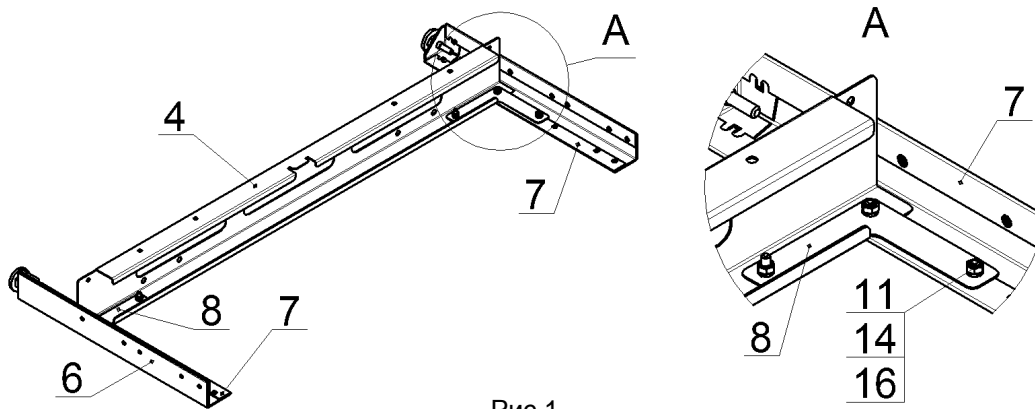
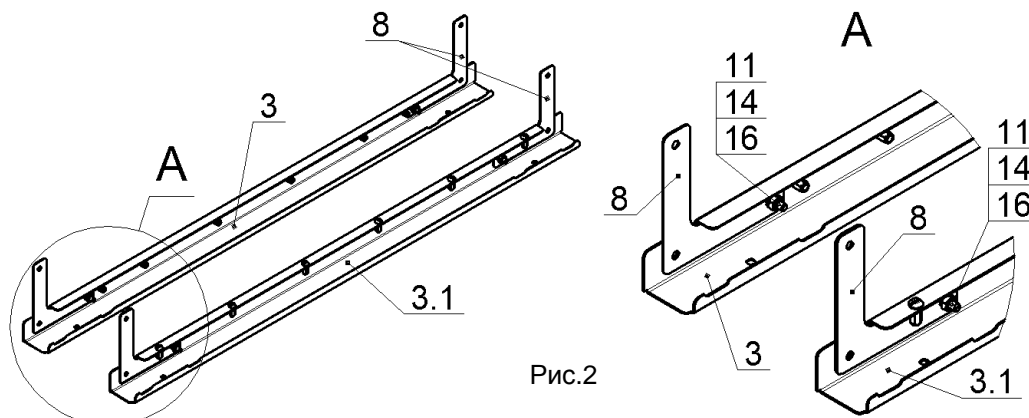
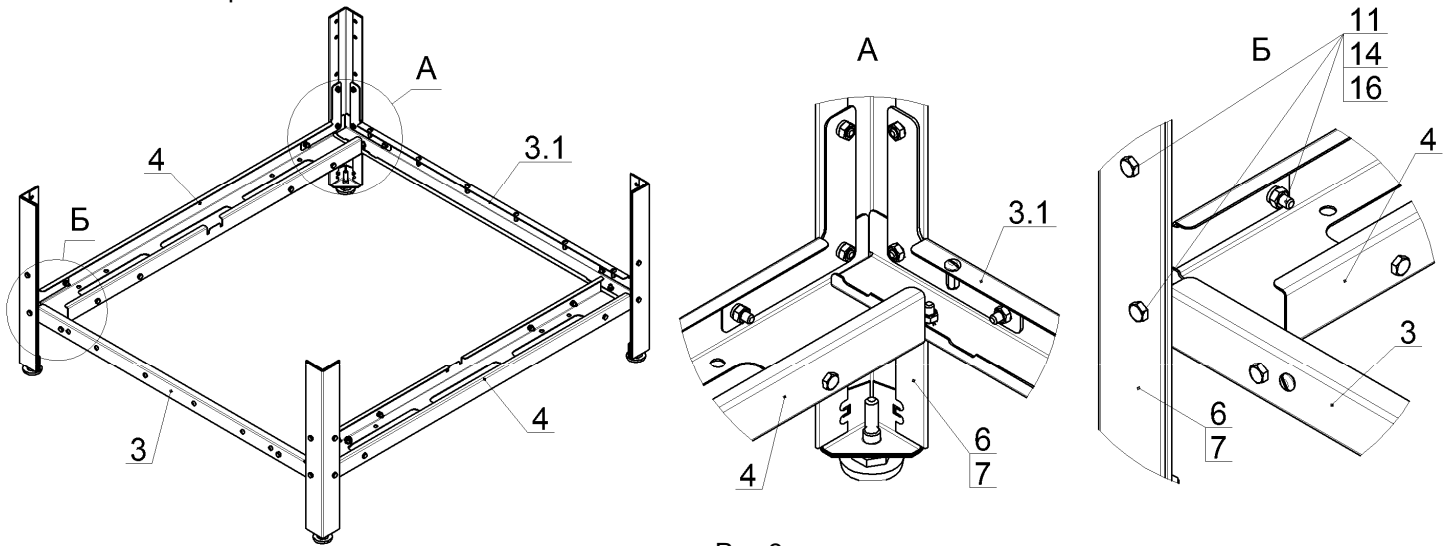

Рис.1
Рис.2
Рис.3
1. Собрать стойки, поз.6 и 7 с профилями боковыми, нижними, поз.4 (682мм), используя угольники, поз.8, и закрепить их болтами М6, гайками и шайбами, поз.11, 14 и 16, гайки не затягивать, как показано на рис.1:
2. Собрать профиль лицевой, нижний, поз.3 (882мм) и профиль задний, нижний, поз.3.1 (882мм) с угольниками, поз.8 при помощи болтов, гаек и шайб, поз.11, 14 и 16, гайки не затягивать, как показано на рис.2:
3. Собрать узлы (рис.1 и рис.2) при помощи болтов, гаек и шайб, поз. 11,14 и 16, гайки не затягивать, как показано на рис.3:.